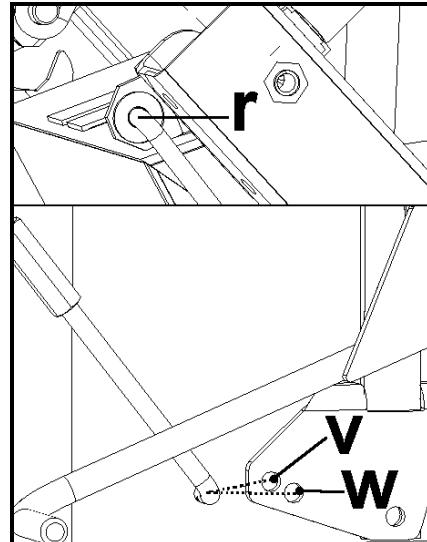

Abb. 3b
8. Die Betätigzungszugstange des Fahrwerkes (**f**) verfügt über eine Länge, die für den Betätigungsholm in oberer Stellung (d.h. hintere Schraube (**b**) in unterer Bohrung) eingestellt ist. Für diese Holmstellung das untere Zugstangenende (mit Gewinde) in hintere Bohrung der Achsenkonsole (**v** - Abb. 3b) und das obere Zugstangenende in Bohrung des Betätigungshebels des Fahrwerkes (**r** - Abb. 3b) einschieben. Bei der Holmeinstellung für kleinere Körpergrößen (d.h. hintere Schraube (**b**) in oberer Bohrung) die Zugstangenlänge in Gewindevorbindung um 7 Drehungen verkürzen und das untere Zugstangenende in vordere Bohrung der Achsenkonsole (**w** - Abb. 3b) und das obere Zugstangenende in Bohrung des Betätigungshebels des Fahrwerkes (**r** - Abb. 3b) einschieben.